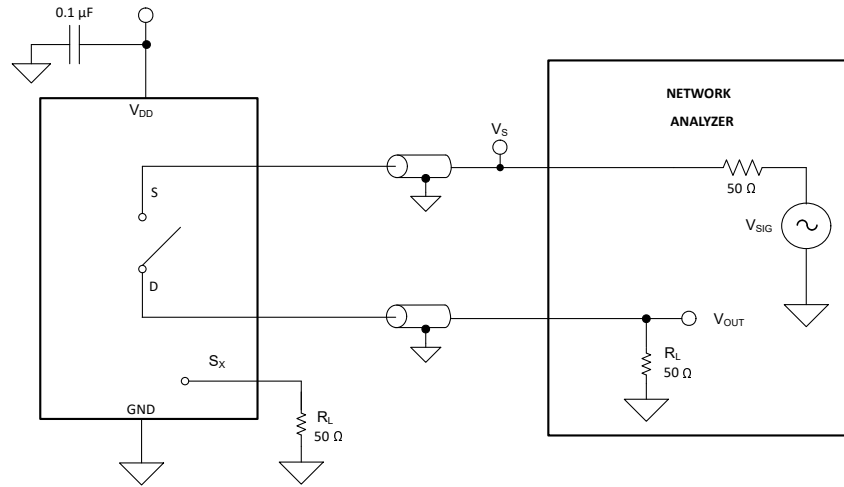

図 7-9. オフ絶縁測定時の設定
オフ絶縁は、オフチャンネルのソース・ピン (S_x) に信号が印加された場合に、そのデバイスのドレイン・ピン (D) に現れる信号の比率として定義されます。図 7-9 に、測定を行う際の設定と、絶縁を計算するための式を示します。